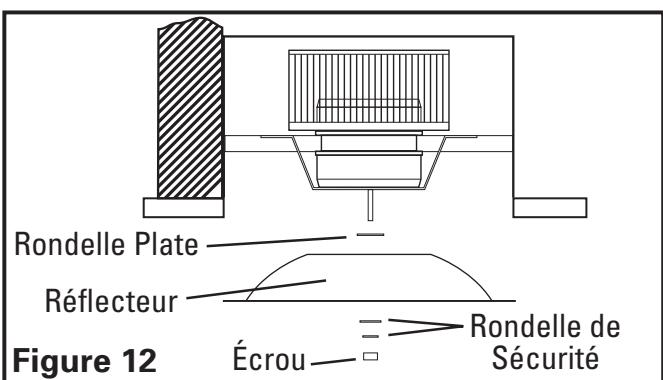

Figure 12 Rondelle Plate Réflecteur Écrou Rondelle de Sécurité
3. Réinstaller le réflecteur de lumière en le fixant en place sur les boulons de montage avec les rondelles, puis le réflecteur, les deux rondelles de sécurité et le boulon du réflecteur. Serrer entièrement le boulon (**Figure 12**).